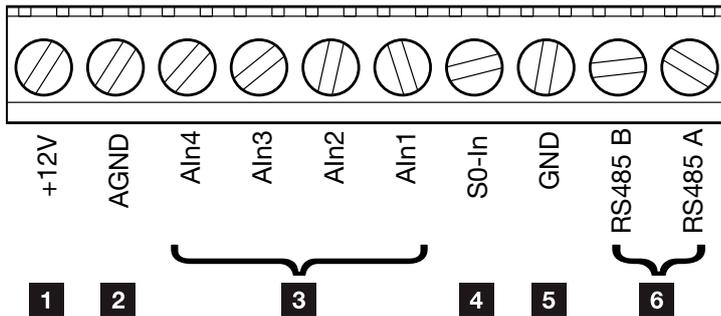

Abb. 35: Aufbau der Anschlussklemme 10-polig
7. DC-Schalter des Wechselrichters auf ON schalten.  **Abb. 35**